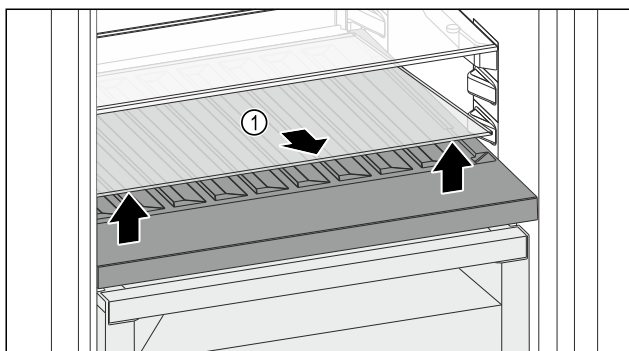

Fig. 192
- Podignite staklenu ploču Fig. 192 (1) na otvoru sprijeda i izvadite je.
- Čuvajte staklenu ploču Fig. 192 (1) na sigurnom izvan uređaja.
- Uložite staklenu ploču (2) ispod promjenjive police za boce.